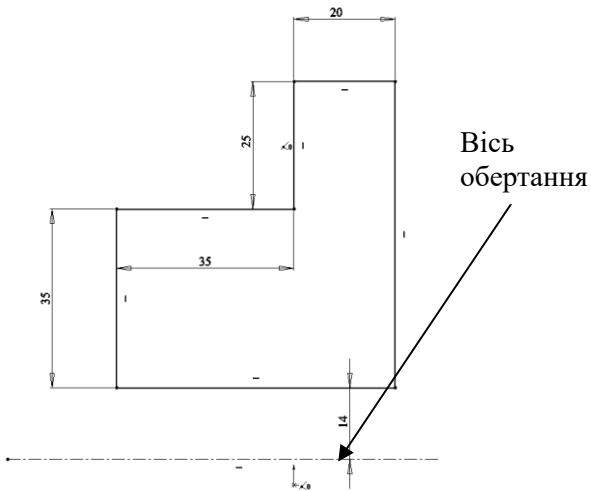

Рисунок 2.5. – Побудова осьової лінії
- відредагувати ескіз цієї деталі. За допомогою команди «**Centerline**» побудувати осьову лінію та використати її для виконання побудови, (рис. 2.5).
- відредагувати параметри моделі, вказавши побудовану осьову лінію (рис. 2.5);